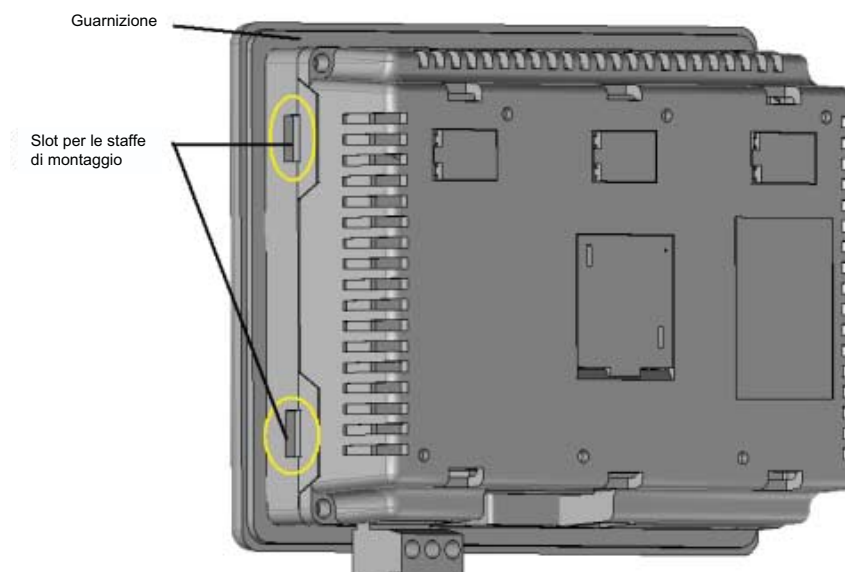

Figura 3.2: Terminale NQ con guarnizione e slot per le staffe di montaggio
Utilizzare il set di montaggio in dotazione per la corretta installazione. Una volta preparato il pannello, montare il terminale NQ utilizzando le staffe in dotazione. Il terminale NQ viene fornito con una guarnizione preinstallata dietro la mascherina, come illustrato nella Figura 3.2: Terminale NQ con guarnizione e slot per le staffe di montaggio.
- 1 Individuare i quattro slot per le staffe di montaggio nell'involucro dell'NQ. Nei modelli NQ3 gli slot si trovano sui lati dell'involucro (come illustrato nella Figura 3.2: Terminale NQ con guarnizione e slot per le staffe di montaggio), mentre nei modelli NQ5 sulle facciate superiore e inferiore dell'involucro.